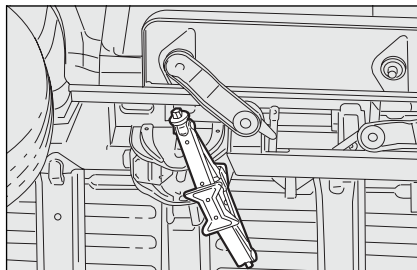
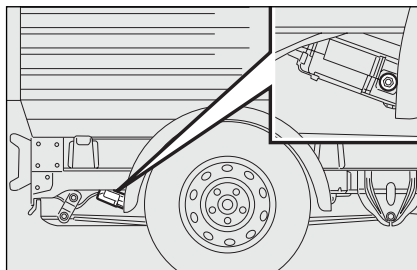

fig. 4
fig. 5
plaatst worden op het in **fig. 4** aangegeven punt en zo geplaatst worden (45°) dat de krik niet in aanraking komt met het opstapje;
- Bij chassis/cabine-uitvoeringen: draai met de bijgeleverde sleutel de bout van de reservewielhouder aan de rechter achterzijde van de auto los **fig. 5**;
- plaats de wielsleutel **C**-fig. 5 op het verlengstuk **B**-fig. 4 en draai de sleutel rechtsom om het wiel omhoog te plaatsen;
- verwijder het verlengstuk **B**-fig. 4 en berg het samen met de wielsleutel **C**-fig. 5, op in de gereedschapset;